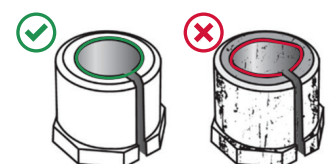

Figura 3
3. Retire e inspeccione la camisa de pandeo por posibles signos de desgaste anormal, alargamiento, condición fuera de redondez y otros daños (**Figura 3**). Si encuentra estos signos, reemplace con MS40060 (camisa de pandeo grado 0).